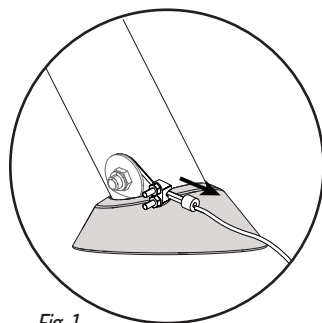
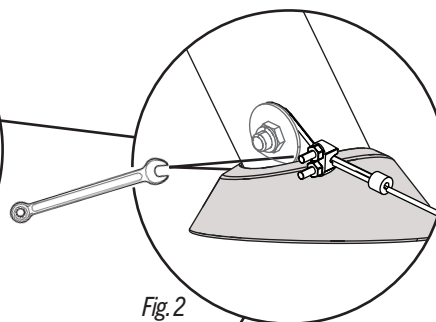
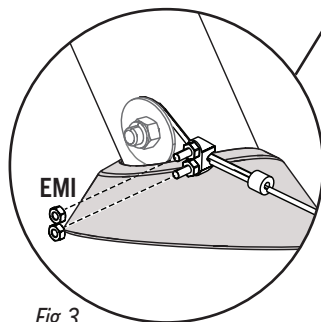

Fig. 1
Fig. 2
Fig. 3
- Remove any slack in the cable (**Fig. 1**), then tighten the nuts already on the cable as shown (**Fig. 2**). Secure two additional sets of **nuts (EMI)** (**Fig. 3, 4**) to the cable to cover any exposed threads.
- Éliminer tout jeu du câble (**Fig. 1**), ensuite serrer bien les écrous already on le câble comme illustré (**Fig. 2**). Attacher deux jeux d'**écrous (EMI)** (**Fig. 3, 4**) supplémentaires au câble pour couvrir du filetage exposé.
- Eliminar cualquier distensión en el cable (**Fig. 1**), entonces apriete las tuercas ya están en cable como se muestra (**Fig. 2**). Sujetar dos juegos de **tuercas (EMI)** (**Fig. 3, 4**) adicionales al cable para cubrir cualquier rosca expuesta.